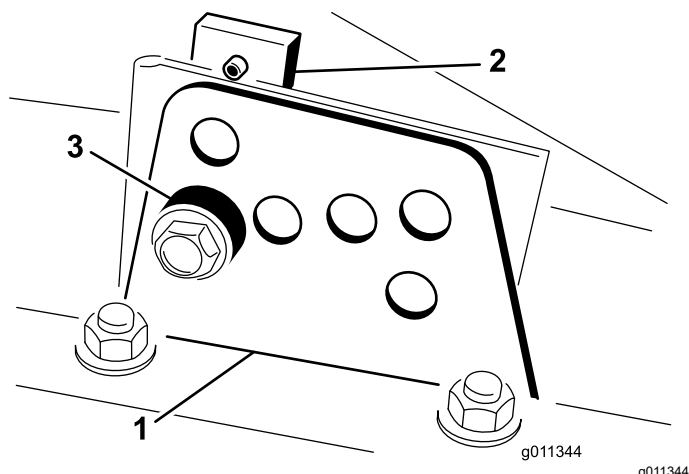

Figura 22
2. Slăbiți urubul care fixează fiecare consolă pentru înălțimea de tăiere la placa pentru înălțimea de tăiere (față de fiecare parte), aa cum este indicat în Figura 22.
4. În timp ce susțineți camera, îndepărtați distanțierul (Figura 22).